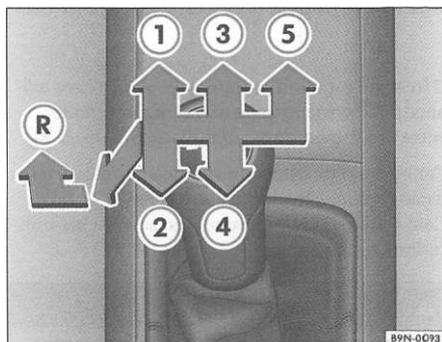

Fig. 90 Esquema de troca das marchas
- Empurre a alavanca de mudanças para baixo e para a posição de marcha à ré => fig. 90 (r), totalmente para a esquerda, para baixo e depois para frente, conforme se vê no diagrama na alavanca de mudanças.